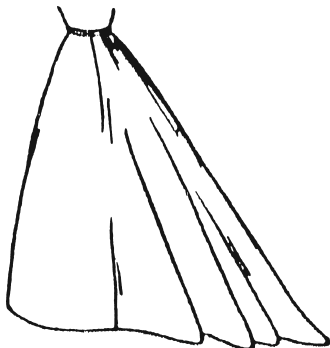
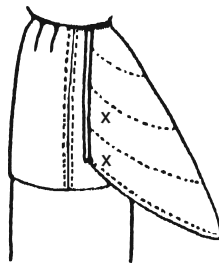

Рис. 790
Рис. 791
Каркас закреплен на юбке и поддерживает ее на талии и вдоль боков (рис. 791). Немного изобретательности — и вам будет несложно адаптировать его к самым разнообразным моделям, объем которых сосредоточен сзади и которые имеют достаточную длину для образования шлейфа (рис. 790).
- Если каркас осел под тяжестью платья, можно вшить еще несколько пруты в промежутки между существующими. Можно также закрепить его на основе, перенеся точки фиксации (см. отмеченные крестиками места на рис. 791).